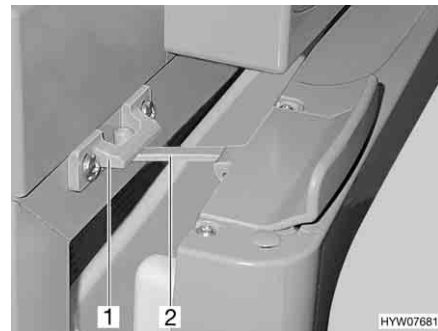

Fig. 228 Porte du réfrigérateur en position de ventilation (Thetford)
- Ouvrir le verrouillage (Fig. 228,2) et l'enclencher dans le logement de verrouillage (Fig. 228,1). La porte du réfrigérateur reste ainsi légèrement ouverte.